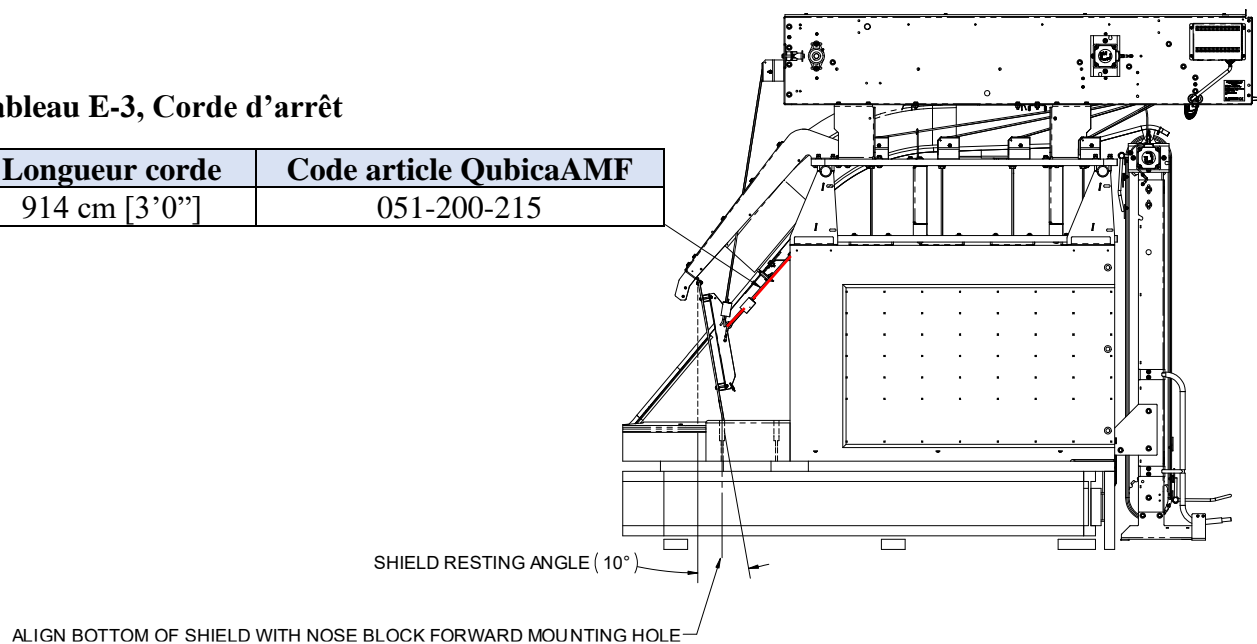

Figure E-14, Parcours de la corde d'arrêt du bouclier (en rouge)
7. Régler la longueur de la corde d'arrêt en faisant coulisser la corde à travers la fixation. Le bouclier doit être à la verticale avec la corde d'arrêt serrée. Voir la Figure E-14. Serrer la fixation de blocage du câble après le réglage.
- b. La partie inférieure du bouclier doit être alignée sur le trou de montage d'avance du museau. Voir la Figure E-14.
5. Régler la longueur de la corde d'arrêt en faisant coulisser la corde à travers la fixation. La partie inférieure du bouclier doit être alignée sur le trou de montage d'avance du museau. Voir la Figure E-14. Serrer la fixation après le réglage.